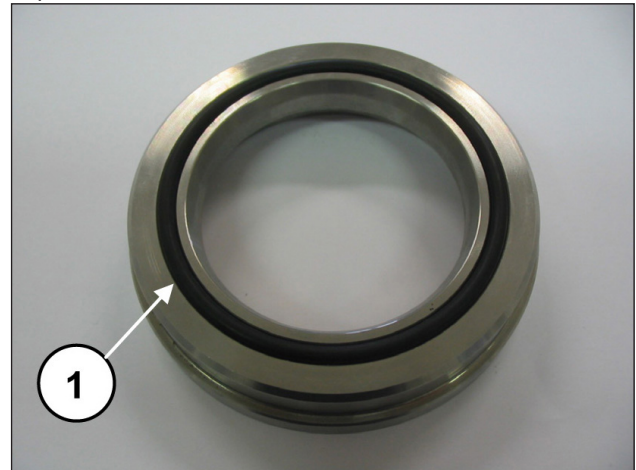

Abb. 198
Montieren Sie nun den Kopfring der Stopfbuchsen samt O-Ring (Pos. ①, Abb. 198) und setzen Sie diesen in den Sitz am Kopf ein.